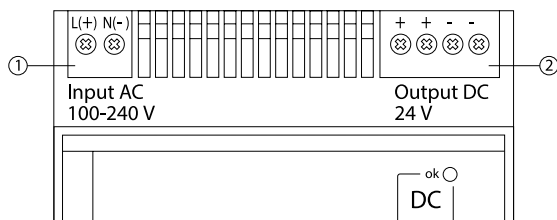

Fig. 14-2
- Anschlusskabel des AC-Anschlusses 100-240 V anschließen an die Schraubverbindungen der Klemmen L und N (Klemmenblock 1, siehe Fig. 14-2, Pos. 1).
- Anschlusskabel des DC-Anschlusses anschließen an die Schraubverbindungen der Klemmen „+“ und „-“ (DC-Ausgang 24 V SELV, Klemmenblock 2) (Fig. 14-2, Pos. 2).